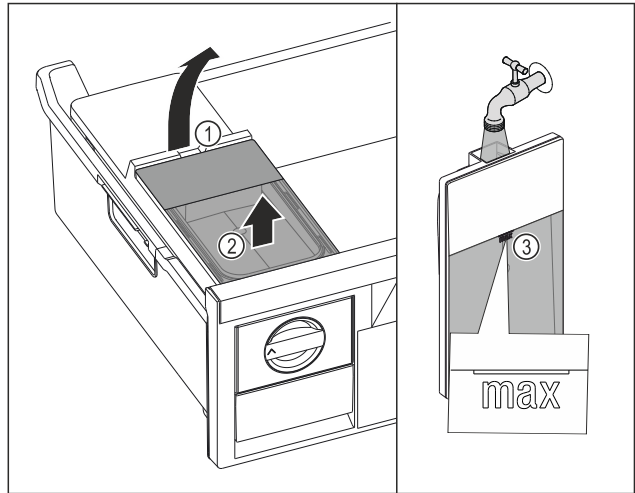

Fig. 98
- Wassertank an der Aussparung Fig. 98 (1) anheben.
- Wassertank nach oben entnehmen. Fig. 98 (2)
- Wassertank bis zur Markierung Fig. 98 (3) mit Trinkwasser befüllen.